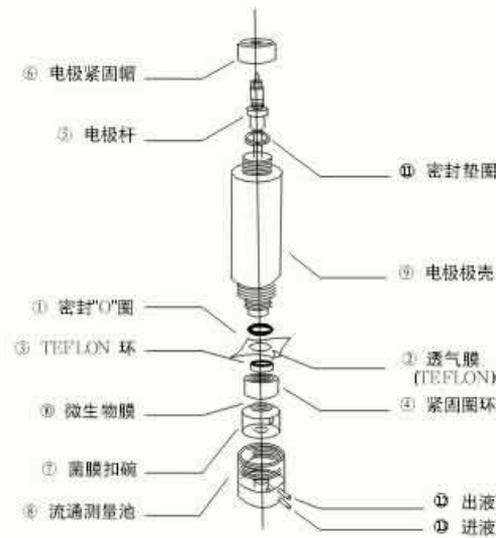

图8：微生物电极
- (1). 去除电极包装，按图8所示将其分解，取出极壳部分⑨准备安装氧膜（TEFLON膜）